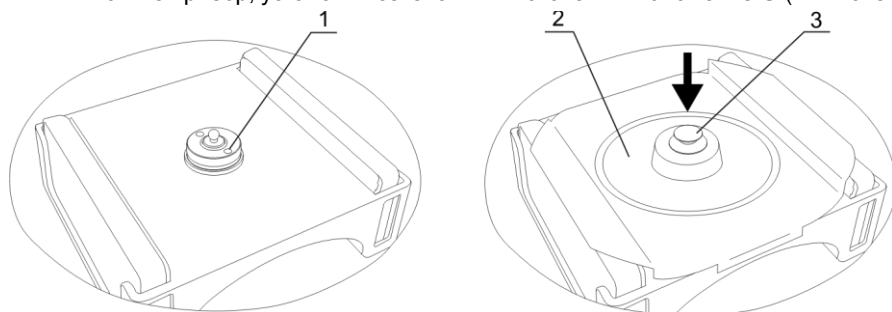

Рисунок 1. Установка ротора
- Открутите крепежным ключом, поставляемым производителем в комплекте, гайку фиксации ротора (рис. 1/1), повернув ее против часовой стрелки;
- Установите ротор и зафиксируйте его, закрепив ротор на оси прибора гайкой фиксации, отверстиями под ключ вверх, до упора с помощью крепежного ключа (рис. 1/1);
- Установите крышку-фиксатор ротора (рис. 1/2), нажав на защелку (рис. 1/3) до щелчка.